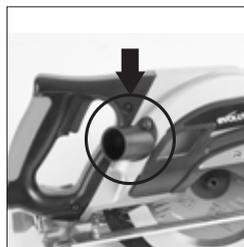

Fig. 9
- Installare la presa della bocchetta di scarico al posto del coperchio di chiusura. **(Fig. 9)** I trucioli saranno espulsi dalla presa della bocchetta di scarico durante le operazioni di taglio.